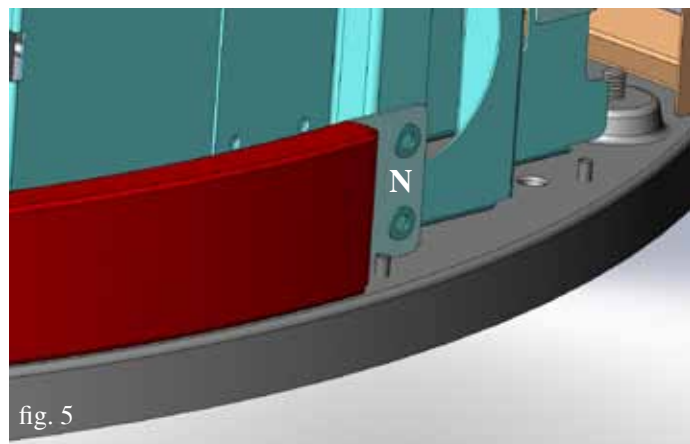
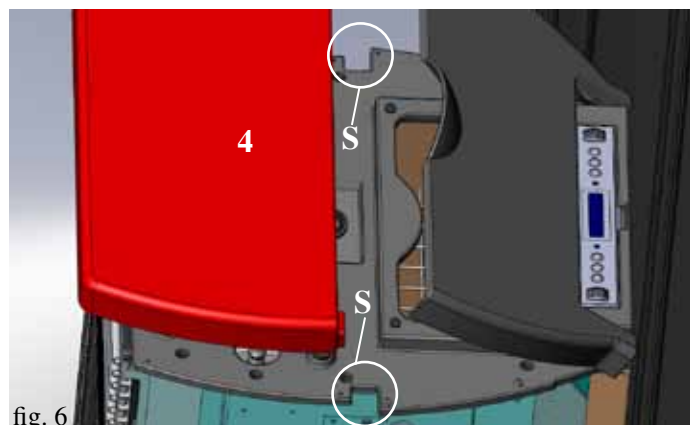

fig. 5
fig. 6
- Fissare le ceramiche con le piastrine applicate, alla struttura della stufa utilizzando le viti e le rondelle in dotazione negli appositi fori (fig. 5).
- Rimontare i due fianchi posteriori in alluminio (5).
- Posizionare il top in ceramica (4) nelle apposite scanalature (S-fig. 6).
NB: Nella versione con rivestimento in lamiera, la stufa viene fornita già assemblata, tranne il top in ceramica che deve essere posizionato nelle apposite scanalature (S-fig. 6).